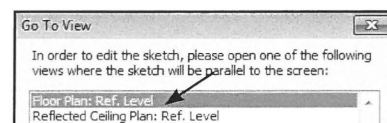

Fig. 05.30. Vælg *Floor Plan: Ref. Level*.
- Vælg hvilket *View* du vil se fra, eksempelvis *Floor Plan: Ref. Level* og klik *Open* (Fig. 05.30).